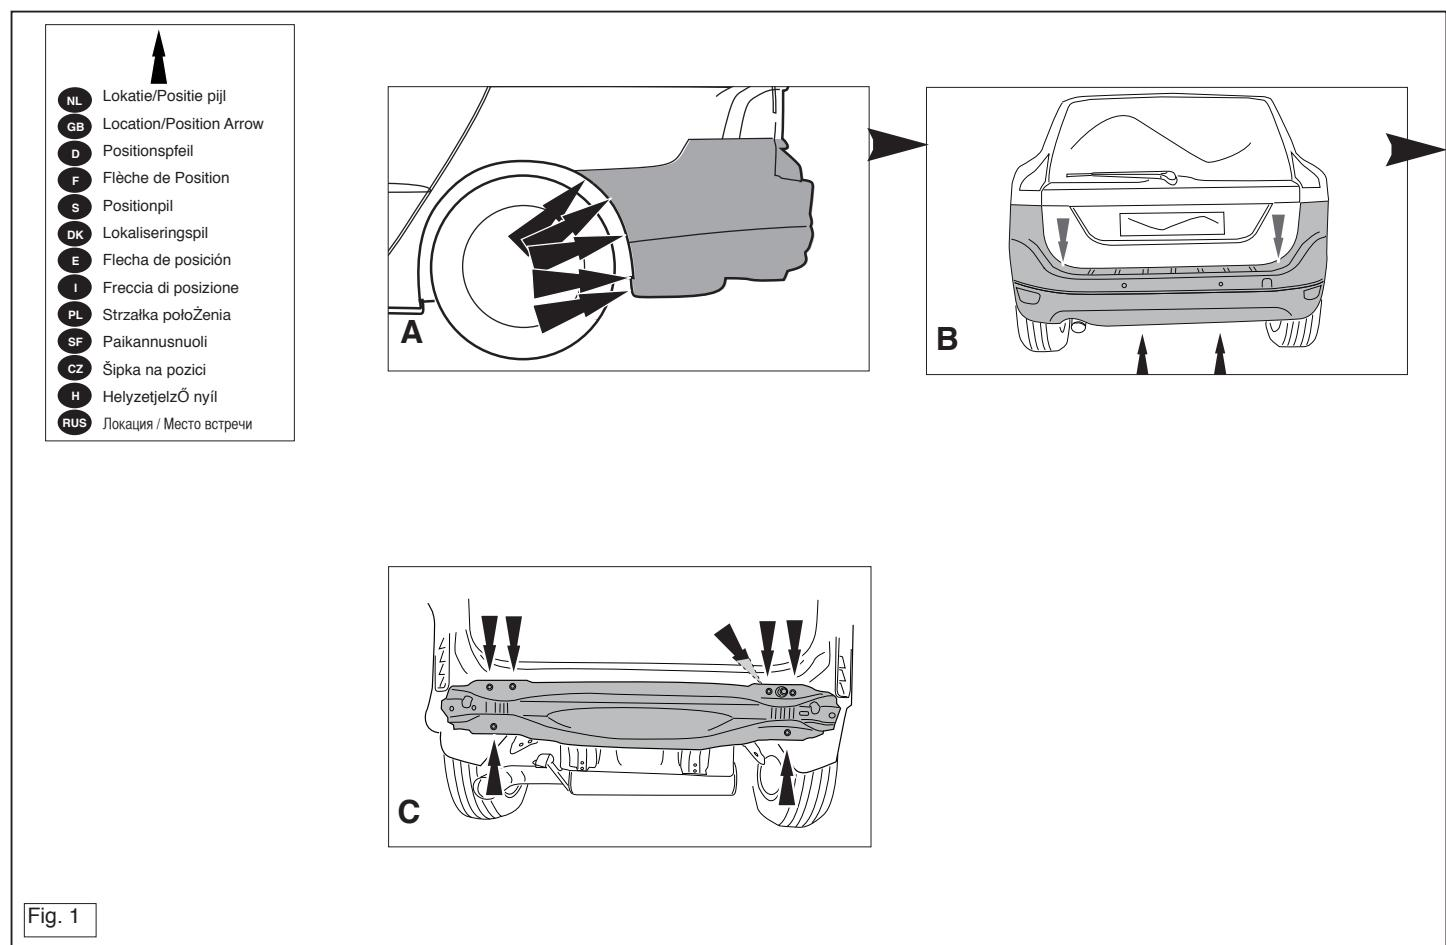

Fig. 1
1. Die Stoßstange einschließlich des stählernen Stoßbalkens vom Fahrzeug abmontieren. Siehe Abbildung 1.
1. Déposer le pare-chocs du véhicule y compris la traverse en acier. Voir la figure 1.
- Demontrer kofangenerin, inklusive kriterier til slæstidslækkelse. Se fig. 1.
1. Снять бампер вместе со стальным буферным бруском автомобиля. (См. рисунок 1).